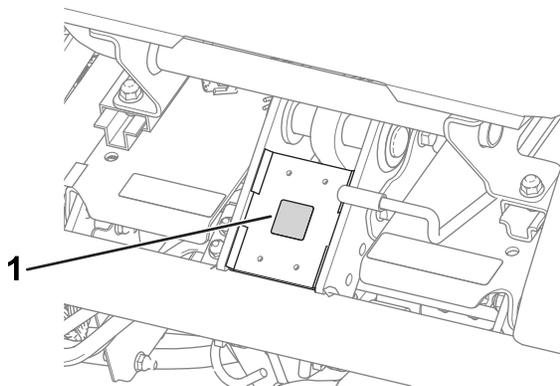

Рисунок 12
- Приклейте наклейку с маркировкой CE на раму под передней стороной сиденья (Рисунок 12).